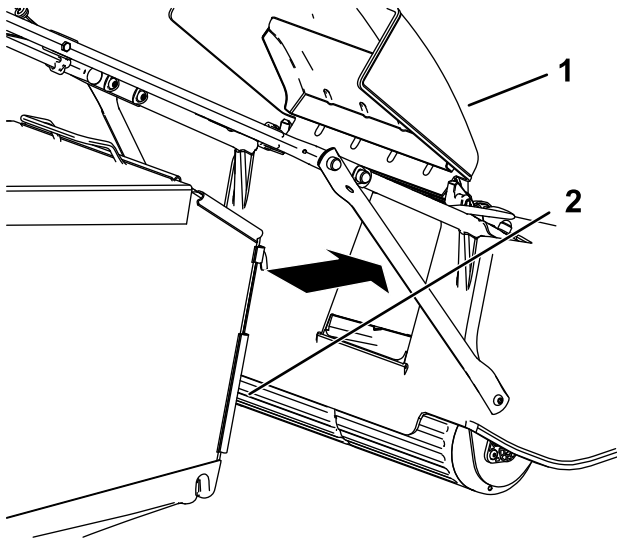

Figura 22
4. Montate il cesto di raccolta nella relativa sede (Figura 22).